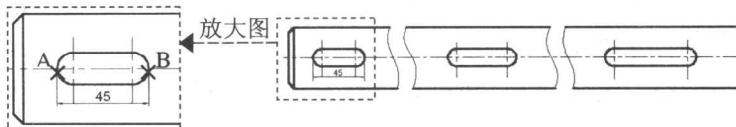

图 1.1.20 创建线性标注 (一)
(1) 创建如图 1.1.20 所示的线性标注。选择下拉菜单 **标注(N)** → **线性(L)** 命令, 分别单击图中所示的 A、B 两点, 在绘图区的空白区域单击以确定尺寸放置的位置。